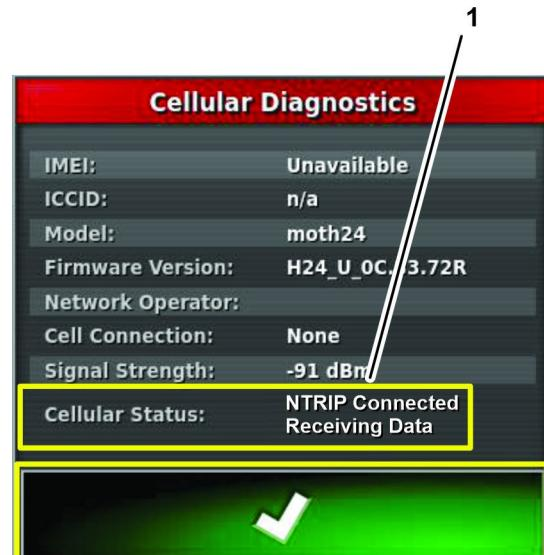

Bild 245
4. Drücken Sie das Symbol MOBILFUNK-DIAGNOSE und vergewissern Sie sich, dass das Statusfeld des Mobilfunks N-TRIP CONNECTED RECEIVING DATA [N-Trip verbunden, Daten werden empfangen] (Bild 245) angezeigt.